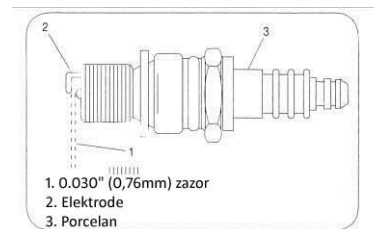

Figure 31
4. Vérifiez le jeu des électrodes à l'aide d'une feuille de mesure (« espion ») et réglez le jeu sur 0,030 po (0,76 mm) si nécessaire. Reportez-vous à la Figure 31.